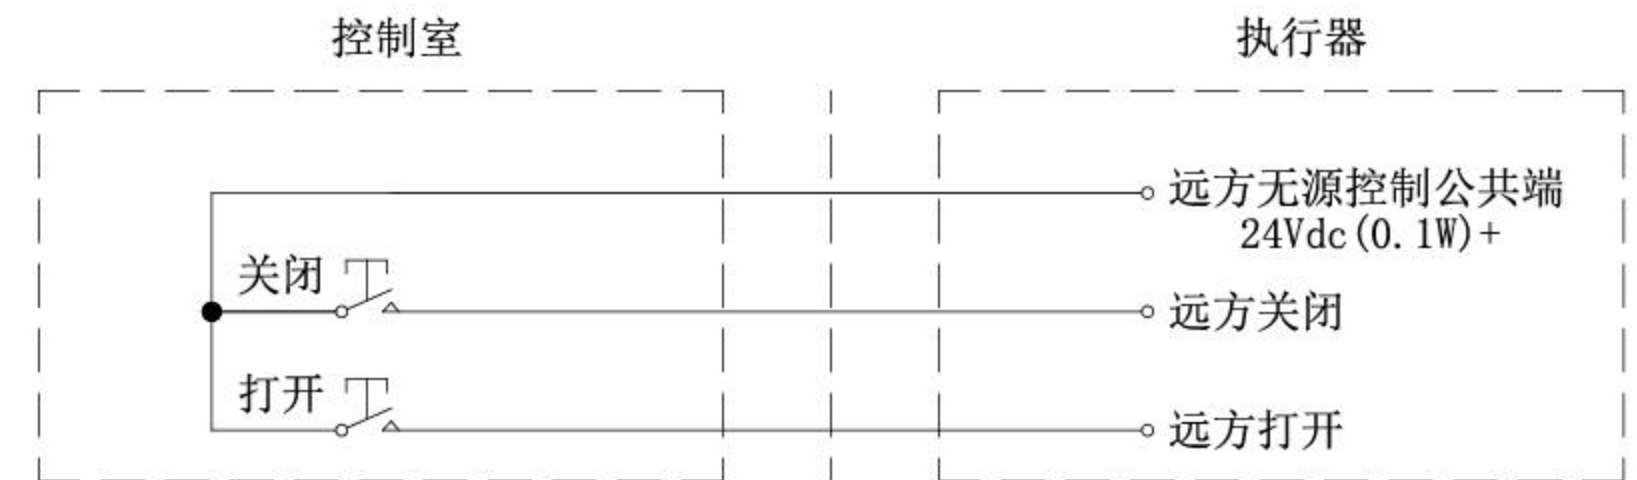
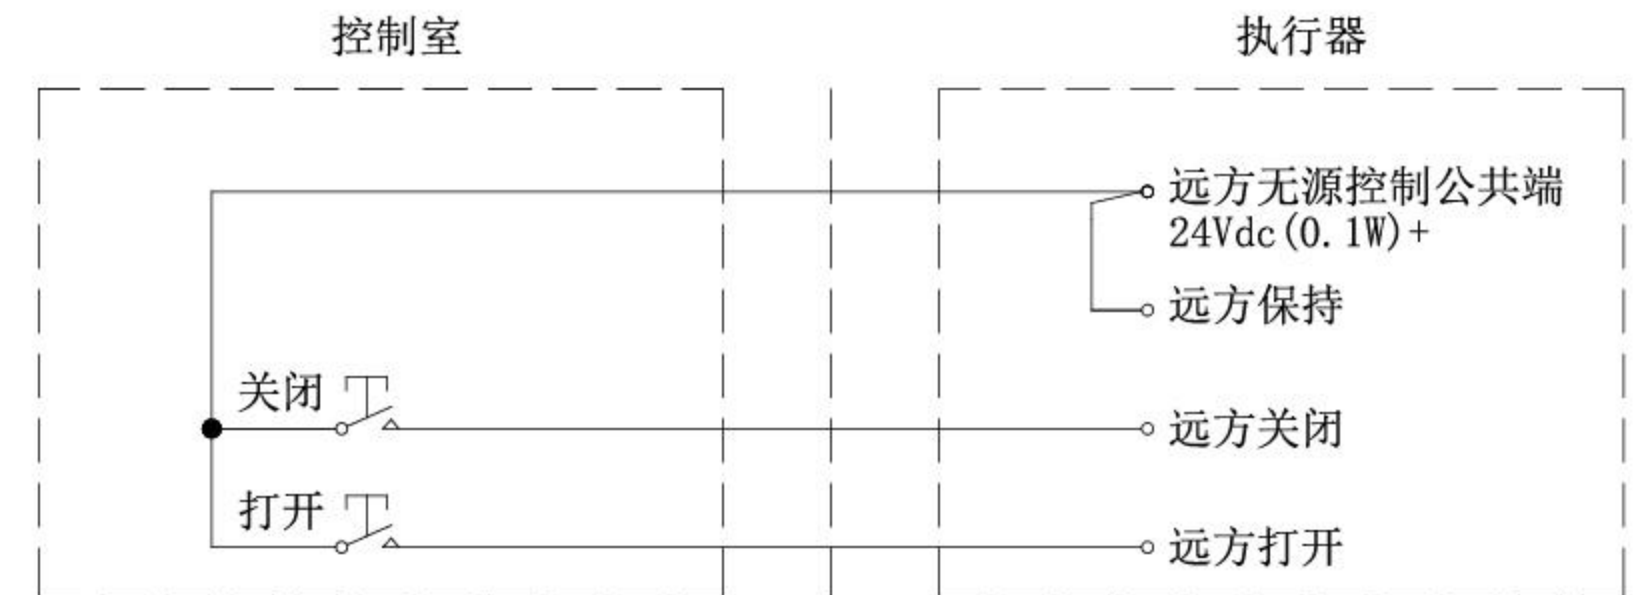
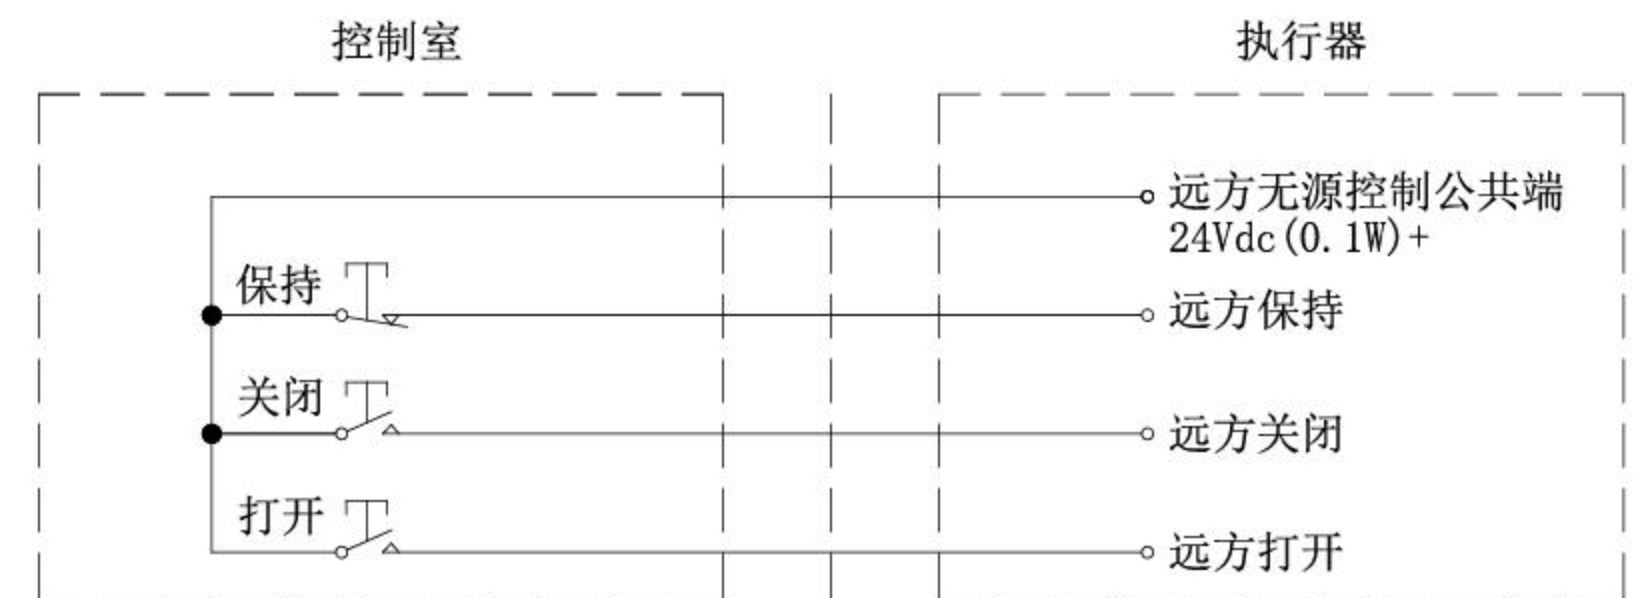

图4-1 点动式打开/关闭控制, 执行器可以停在中途任意位置
图4-2 保持式打开/关闭控制, 行程可逆, 但不可以停在中途位置
图4-3 保持式打开、关闭、停止控制
4.1.1 对于使用执行器内部提供24VDC的低压控制,外部连线见图4-1、图4-2和图4-3。